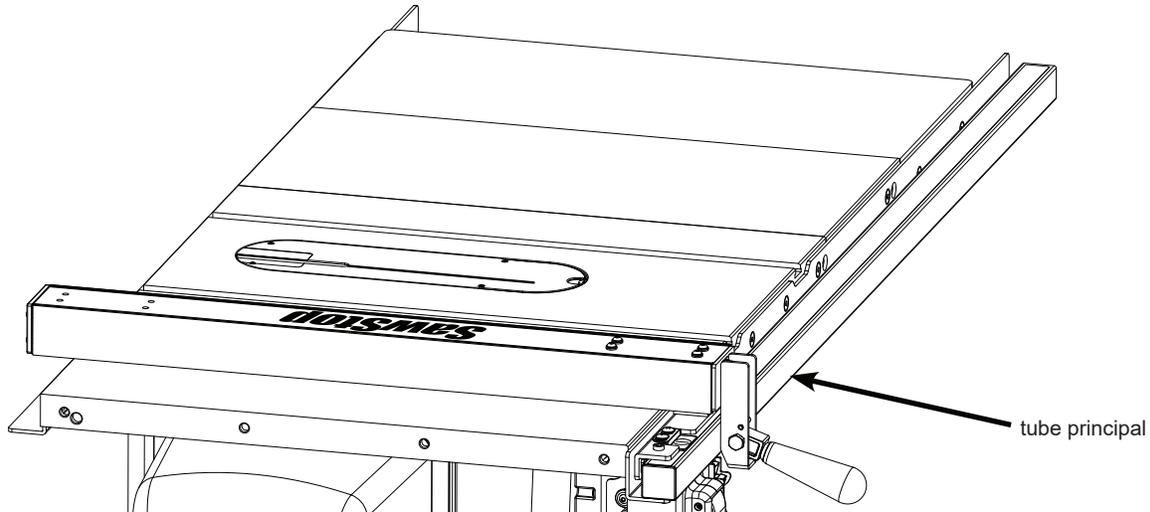

Fig. 15
15. Les trous au bas du rail avant sont surdimensionnés pour vous permettre de régler la position du tube principal sur le rail. Pour placer le tube principal dans la position correcte, tirez-le d'abord le plus loin possible de la table en fonte d'acier. Ensuite, placez votre clôture sur le tube principal près de l'extrémité gauche (voir fig.15).